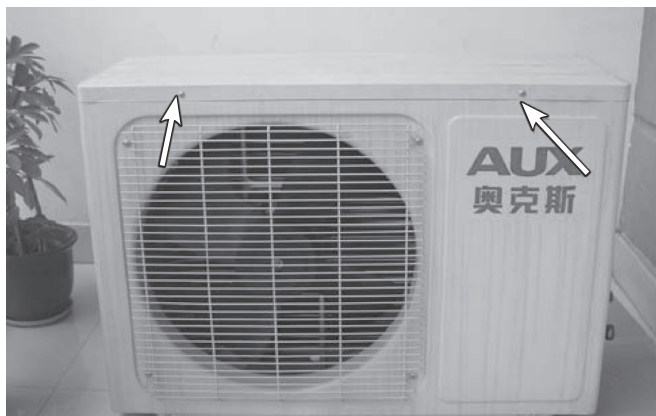

图 6-29 拆开室外机固定螺钉
- 2) 为判断空调器是过电流还是短路故障，取下室外机外壳，如图 6-29 所示。